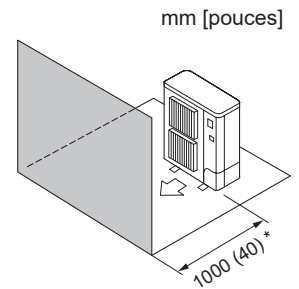

Fig. 2-9
- (4) Obstacles uniquement à l'avant (Fig. 2-9)